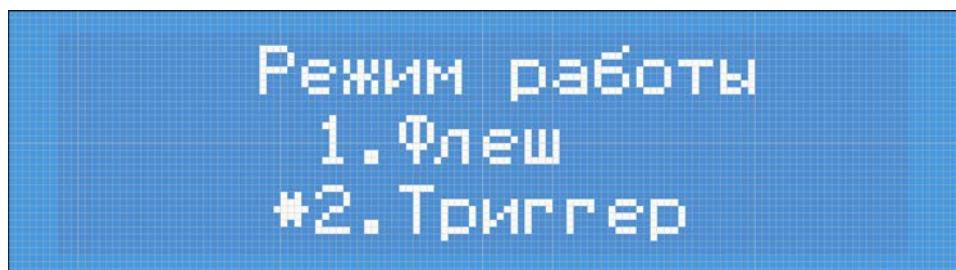

Рисунок 7: Выбор режима работы
- Нажать на кнопку «2», после чего отобразится меню (Рисунок 7). Установленный режим будет отмечен звёздочкой;